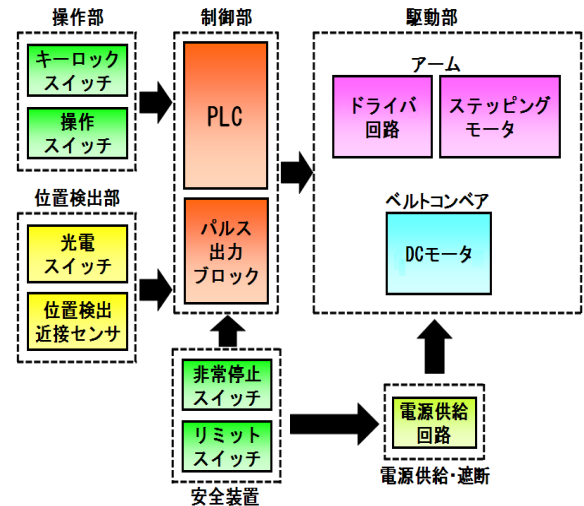

図7 制御構成
図7に制御部の構成を示します。制御対象をベルトコンベアと折りたたみアーム（図4の②）としてPLCで制御しました。ノイズによる誤動作対策として、動力線と信号線を分離するとともに、必要に応じてシールド線を使用しました。安全対策として、非常停止スイッチによる電源供給の遮断、リミットスイッチによるオーバートラベル防止の対策を行いました。